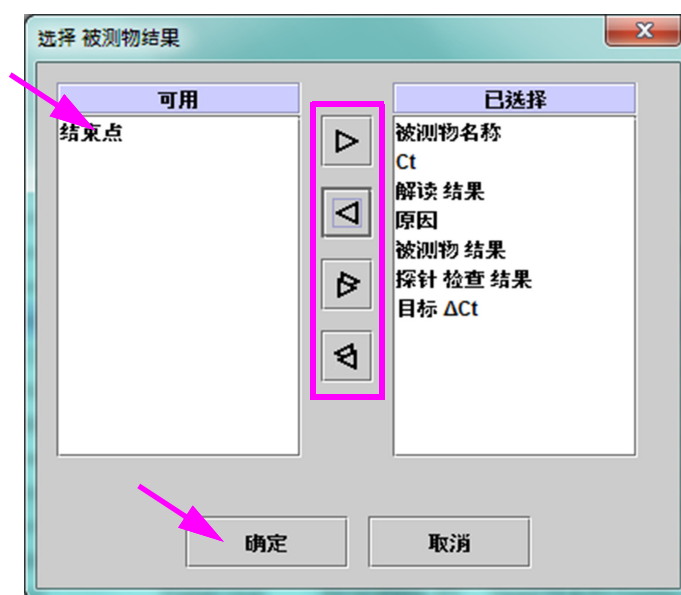

图 5-58. 选择待测物结果 (Select Analyte Result) 对话框
- **待测物结果 (Analyte Result)** 按钮允许用户选择要包含在报告的待测物结果 (Analyte Result) 部分中的特定信息 (请参阅 图 5-58)。